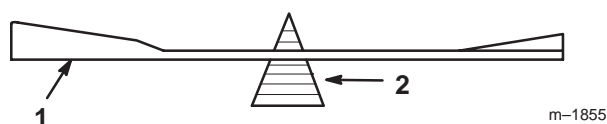
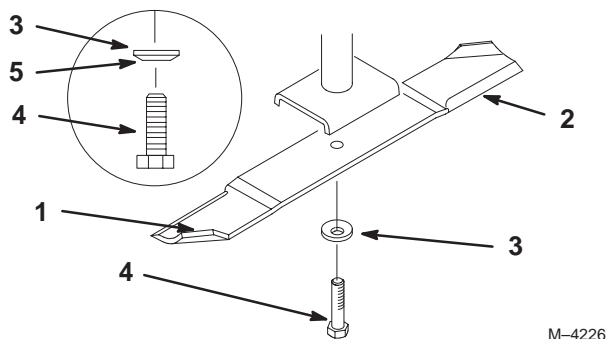

Figure 32
Figure 33
1. Tenez la lame à son extrémité avec un chiffon ou un gant épais. Retirez le boulon, la rondelle élastique et la lame de l'axe (Fig. 33).
2. Vérifiez l'équilibre de la lame en la plaçant sur un équilibreur (Fig. 32). Si la lame reste horizontale, elle est équilibrée et peut être utilisée. Si la lame est déséquilibrée, limez un peu l'extrémité de la partie incurvée seulement (Fig. 33). Vérifiez de nouveau et répétez la procédure jusqu'à ce que la lame soit équilibrée.
1. Placez la lame sur l'axe (Fig. 33).
2. Installez la rondelle élastique et le boulon de la lame (Fig. 33). **Serrez le boulon de la lame à 115–150 Nm (85–110 pieds/livres).**